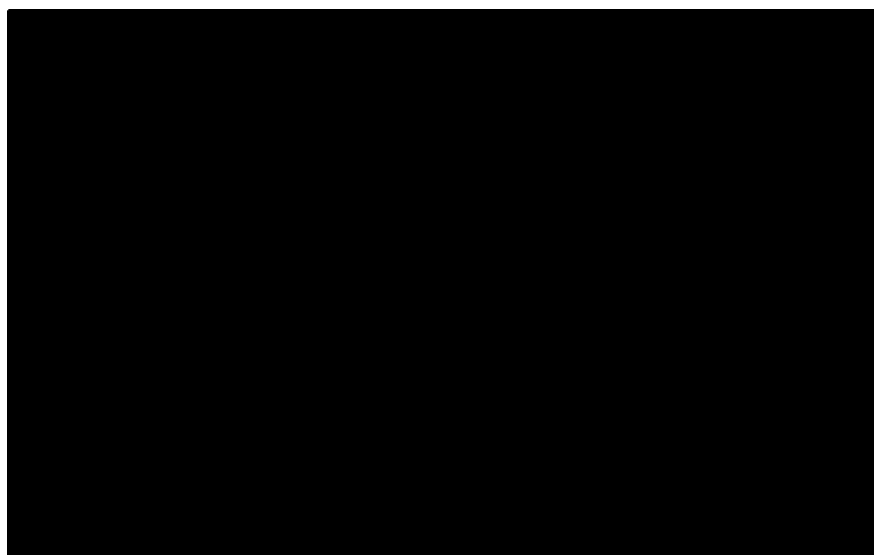

Рисунок 98
11. После перезапуска, ПО выполнит обновление системы; выполнение этих операций может занять несколько минут, пожалуйста, не перезапускайте машину при выполнении этой процедуры (Рисунок 98).